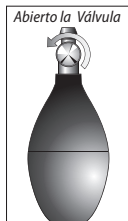

Fig. 5
11. Deje que el brazaete se siga desinflando. Oirá cambios en los sonidos hasta ya no oír ningún sonido en absoluto. Cuando haya oído el último sonido, observe la medición de la lectura, ésta es la presión DIASTÓLICA, Fig 5.